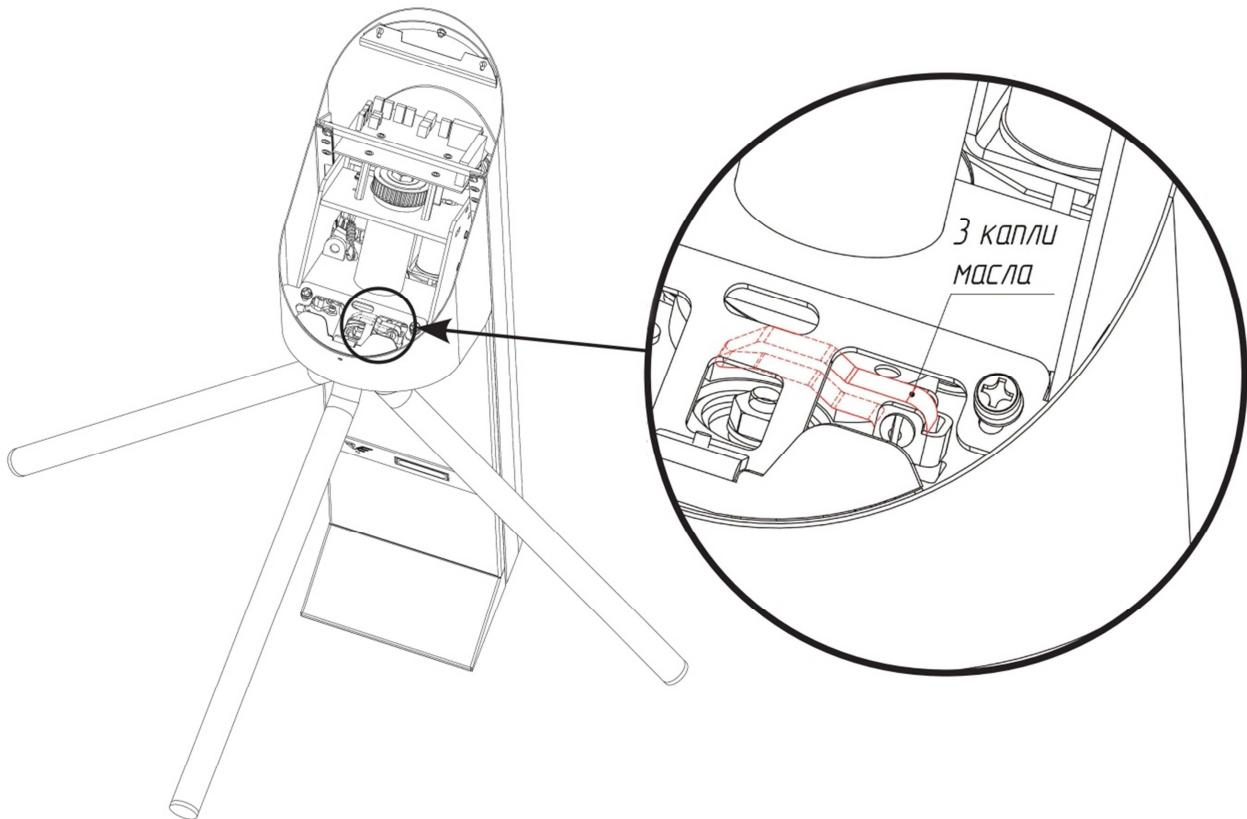

Рис. 14. (изображена центральная стойка турникета)
5.4. Ось вращения кулачка разблокировки планок (рис. 14).